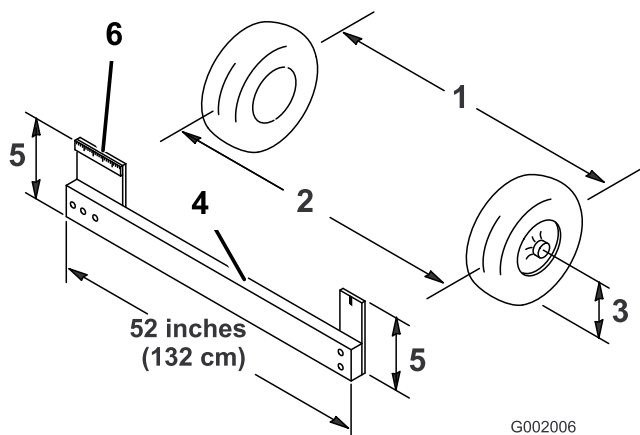

Bild 57
- Messen Sie den Abstand zwischen beiden Vorderreifen auf Achshöhe (an der Vorder- und Rückseite der Vorderreifen) (Bild 57). Eine Messlehre ist für das hintere Maß der Vorderreifen auf Achshöhe erforderlich. Benutzen Sie das gleiche Maß für das genaue Vermessen der Vorderseite der Vorderreifen auf Achshöhe (Bild 57).